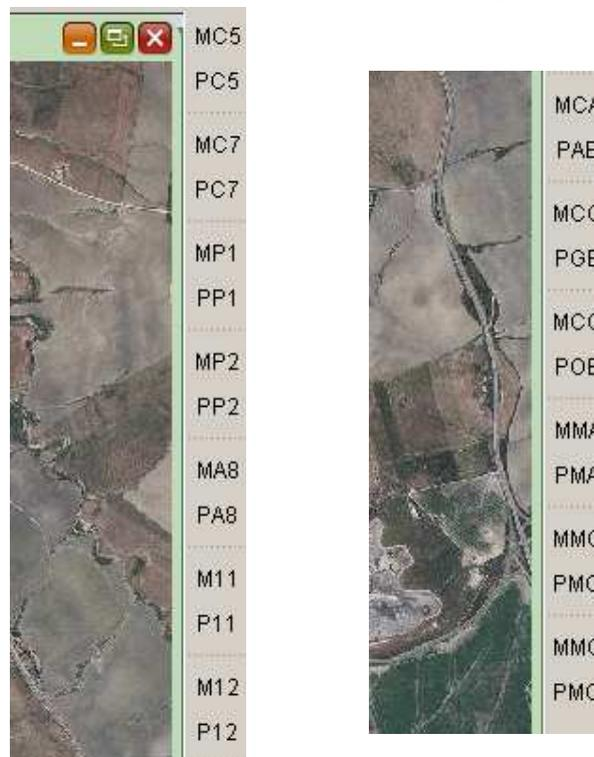

Fig. 26
**Mostrar / Ocultar panel para Solicitar Ayudas Agroambientales:** muestra en el lateral derecho de la pantalla un desplegable donde marcar las ayudas agroambientales, que son: MC5, PC5, MC7, PC7, MP1, PP1, MP2, PP2, MA8, PA8, M11, P11, M12, P12, MCA, PAE, MCG, PGE, MCO, POE, MMA, PMA, MMG, PMG, MMO y PMO (Fig. 26).